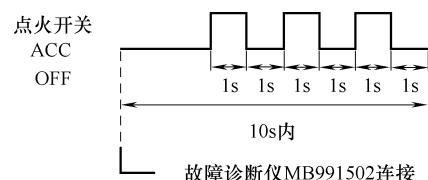

图 2-16 遥控钥匙设定间隔示意
3) 连接后 10s 内将点火开关转到“ACC”保持 1s，然后转到“OFF”保持 1s，重复重复这一过程三次（图 2-16）。